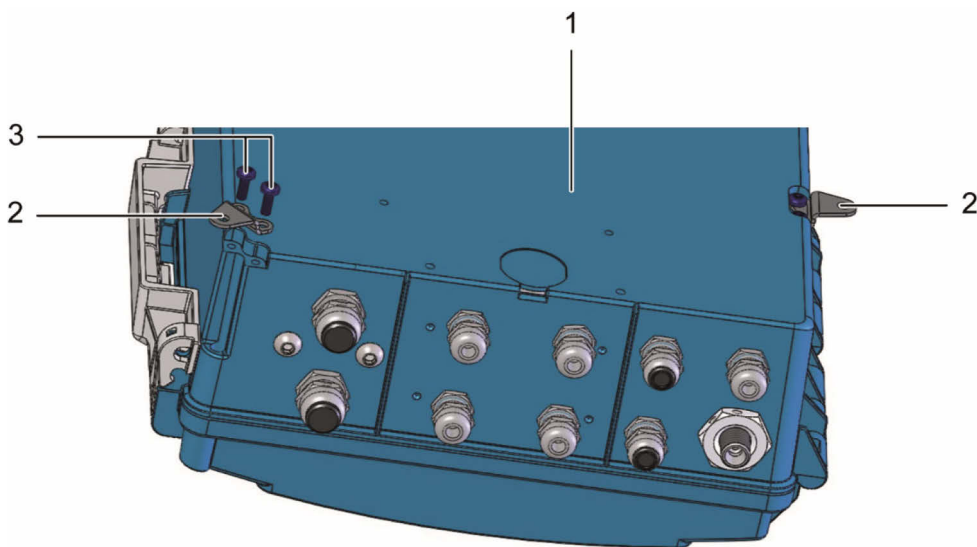
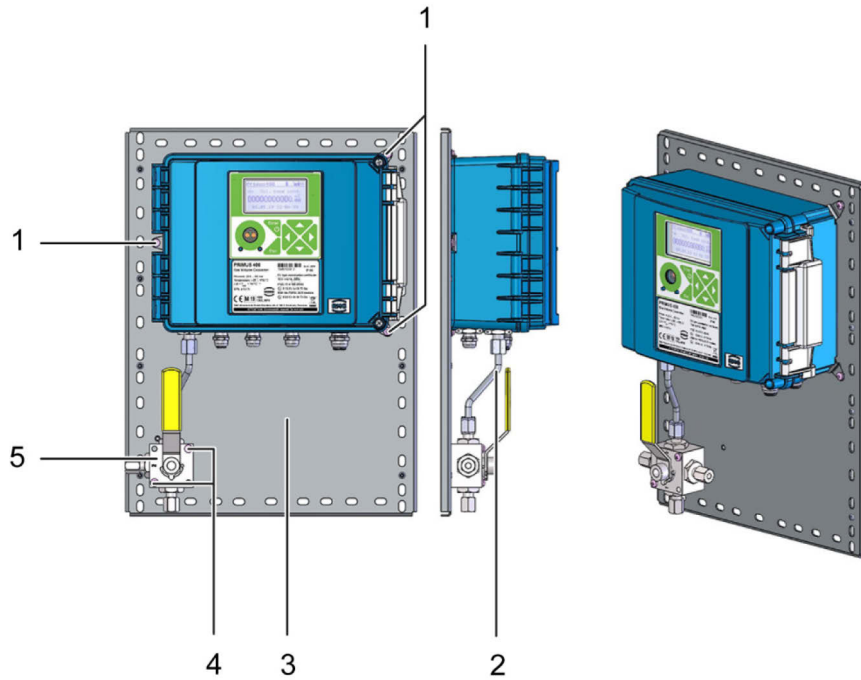

Abb. 5: Montage der Halterungen am Gerät
Abb. 6: Montage von Primus 400 auf einer Befestigungsplatte
1. Vor Anbringung des Gerätes auf der Befestigungsplatte (Abb. 6, Pos. 3) die Halterungen (Abb. 5, Pos. 2) mit den mitgelieferten, selbstschneidenden Kunststoffschrauben 3,5x12 (Abb. 5, Pos. 3) am Geräteboden (Abb. 5, Pos. 1) montieren.
2. Das Gerät an den Halterungen mit 3 Schrauben M4x10 nach ISO 7045 (Abb. 6, Pos. 1) auf der Befestigungsplatte (Abb. 6, Pos. 3) montieren. Die erforderlichen M4-Nietmutter sind in der Befestigungsplatte vormontiert.
3. Eine Druckleitung (Abb. 6, Pos. 2) mit 6-mm-Anschluss am Drucksensor im Gehäuseboden anbringen, um einen 3-Wege-Kugelhahn anzuschließen. Zum Anschluss der Druckleitung einen Schneidring mit Mutter M12x1,5 ERMETO verwenden.
4. Einen Dreiwegehahn (Abb. 6, Pos. 5) mit 2 Schrauben M4x40 ISO 7045 (Abb. 6, Pos. 4) auf der Befestigungsplatte montieren. Vor der Installation kontrollieren, dass die Stifte und die Position des Dreiwegehahns korrekt ausgerichtet sind. Das freie Ende der Anschlussleitung mit dem Auslass des 3-Wege-Hahns verbinden (nähere Einzelheiten finden sich in Abschnitt 5.4.3).